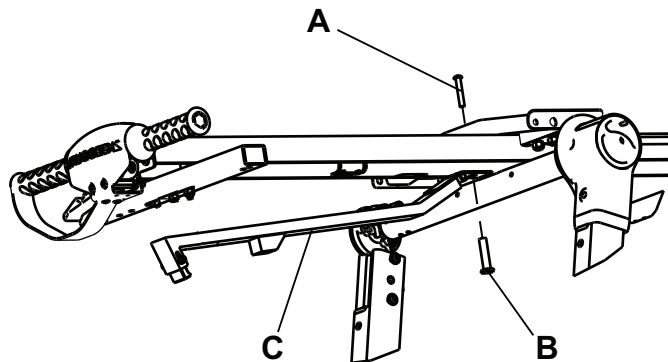

Abbildung 6 – Hakenarm
- a. Mit einem T27H-Sternschlüssel und einem M16-Schraubenschlüssel die Linsenkopf-Innensechskantschraube (A) und die Flanschmutter (B) entfernen (Abbildung 6). Schraube und Mutter aufbewahren.
- b. Loctite® 242 blau auf die Linsenkopf-Innensechskantschraube (A) bzw. die Flanschmutter (B) auftragen.
- c. Die mitgelieferte Hakenarm-Baugruppe (C) (610000010016) mit der in Schritt 5a entfernten Schraube und Mutter installieren (Abbildung 6).